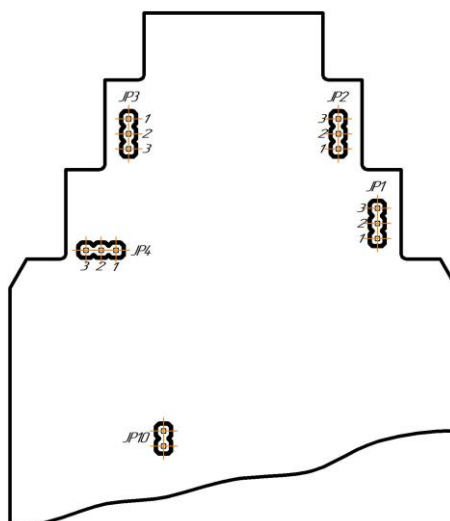

Рисунок 5.1 – Положение перемычек на плате модуля (корпус модуля снят)
4.3.6.1 Обесточить модуль, снять с шины и установить перемычку JP10 (положение – см. рис. 5.1), после чего установить модуль обратно на шину. Модуль перейдет в режим конфигурации сетевых настроек, о чем будет свидетельствовать мигание светодиода "PWR" на передней панели прибора.
Для питания пассивных датчиков с токовым выходом по двух или трехпроводной схеме можно использовать внутренний источник питания ($I_{\text{вых. макс.}} = 25 \text{ mA}$, $U_{\text{вых}} = 21 \text{ V}$), для чего нужно установить перемычки JP1-JP4 (размещение – см. рис. 5.1, стр. 14) в положение 1-2 и использовать схему подключений, показанную на рис. Б.3.